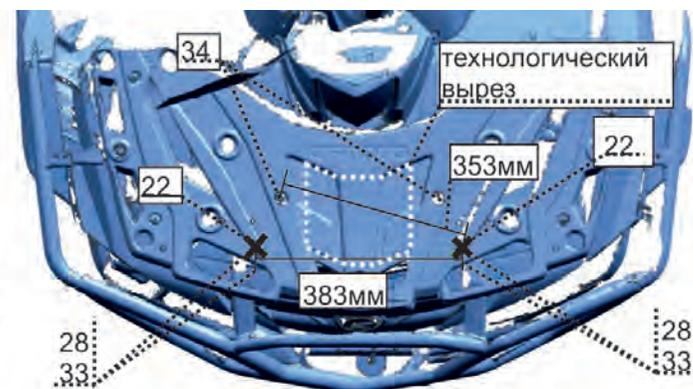

Рис.1
4. Установка возможна как с пластиковой багажной накладкой так и без нее. При установке на пластиковую багажную площадку необходимо выполнить технологический вырез для доступа к блоку предохранителей и бачку тормозной жидкости и просверлить два отверстия Ø8мм (отмечены крестиком) для крепления выноса по размерам на рис.1.
5. Кронштейны выноса крепить в центре: штатным винтом багажника через шайбу 8 увелич. поз.34; спереди: хомутами U-образ. поз. 22, гайками М6 нейл. поз.28 через шайбы 6 увелич. поз.33 (см. рис.1)